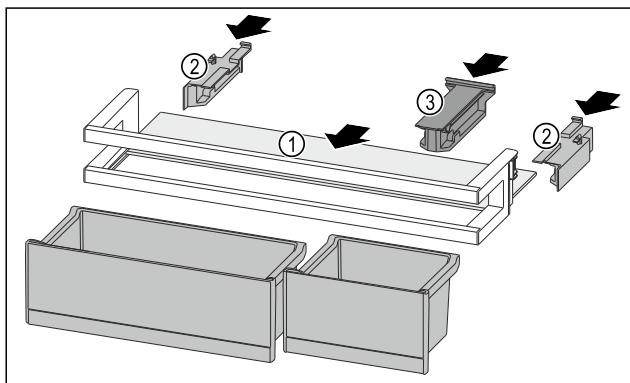

Fig. 140
- Abstellfläche Fig. 140 (1) in die seitlichen Aussparungen einschieben.
- Seitenteile Fig. 140 (2) einsetzen.
- Halteteil Fig. 140 (3) einsetzen.